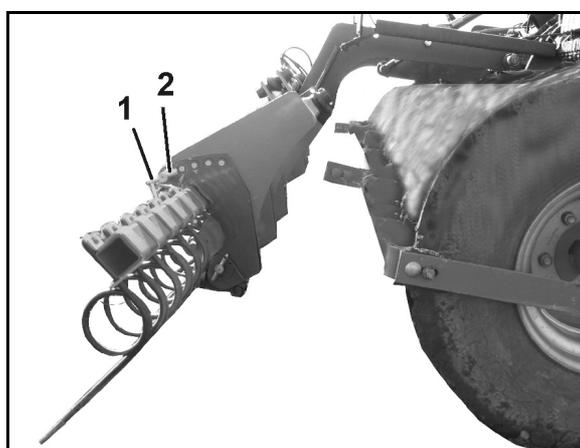

Fig. 42
- rastrillos (Fig. 42)
2. Soltar el pasador clavija (Fig. 42/1).
3. Insertar el bulón de ajuste (Fig. 42/2) en la posición deseada.